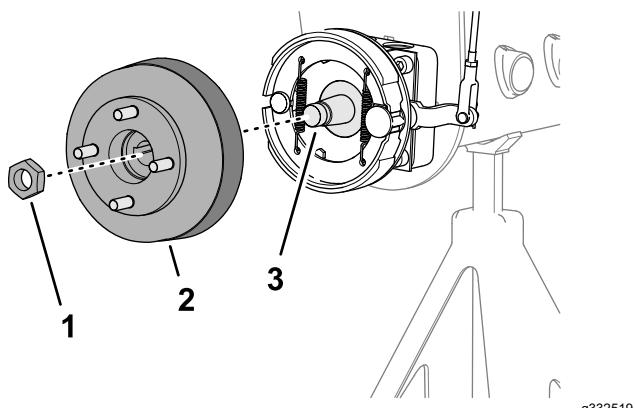
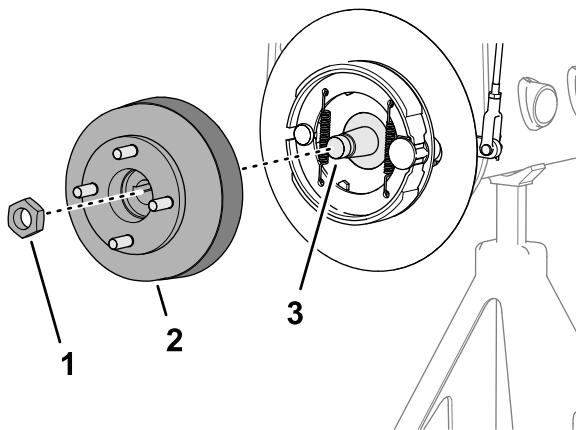

图 63
图 64
1. 卸下将轮毂固定到车轮马达轴上的锁紧螺母 **图 63 或图 64**。
4. 使用指定的轮毂拉拔器从车轮马达轴上卸下轮毂和制动鼓 **图 63 或图 64**。